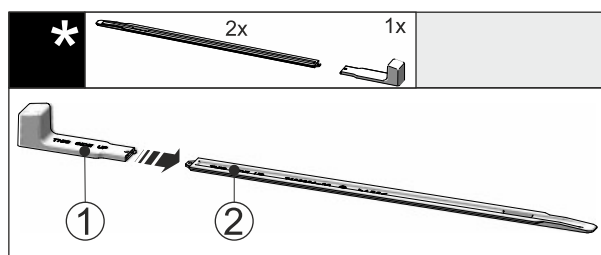

Fig. 54
- ▶ Montažni ročaj Fig. 54 (1) vstavite v izravnalno vodilo Fig. 54 (2).